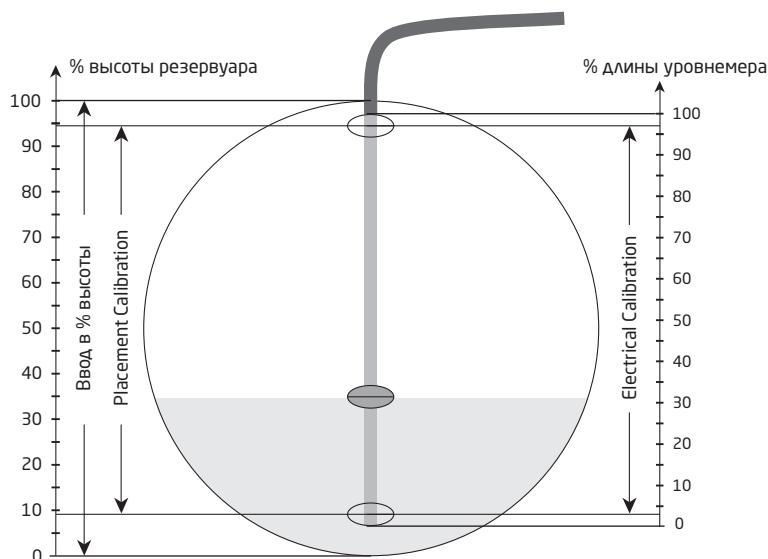

Рис. 1, разрез горизонтально расположенного резервуара
Описание настройки со входом потенциометра исходит из Рис. 1. Обратите внимание, что ПО PRelevel имеется только на английском языке. Поэтому тексты меню имеют тот же вид, что и на дисплее. Выберите закладку **[Input]**:
**[Electrical Calibration]** Здесь вводятся границы или ПО PRelevel измеряет диапазон на подсоединенном потенциометре, который должен или может детектироваться. Преобразователь должен быть подключен к коммуникационному интерфейсу Loop Link, чтобы можно было произвести измерения значений. Значения на Рис.1 равны Low (Низ.) = 3% и High (Выс.) = 97%.
Значения на Рис. 1 равны Low (Низ.)= 9% и High (Выс.) = 94%.
Значения на Рис. 1 составляют Low (Низ.) = 0% и High (Выс.) = 100%.